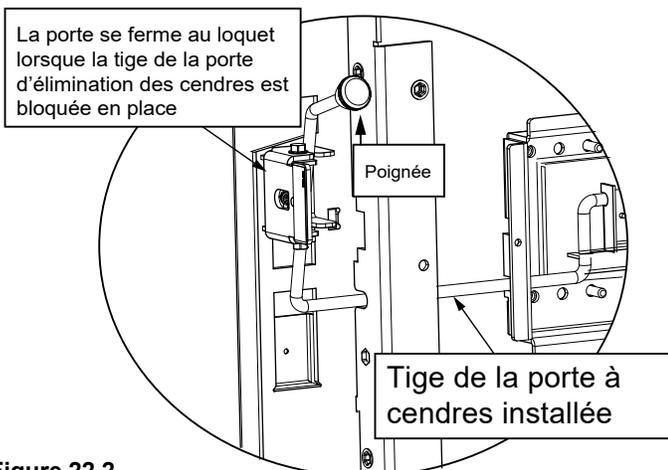

Figure 22.2
10. Ajoutez le bouton à la tige de la poignée (**Figure 22.2 à la page 22**).